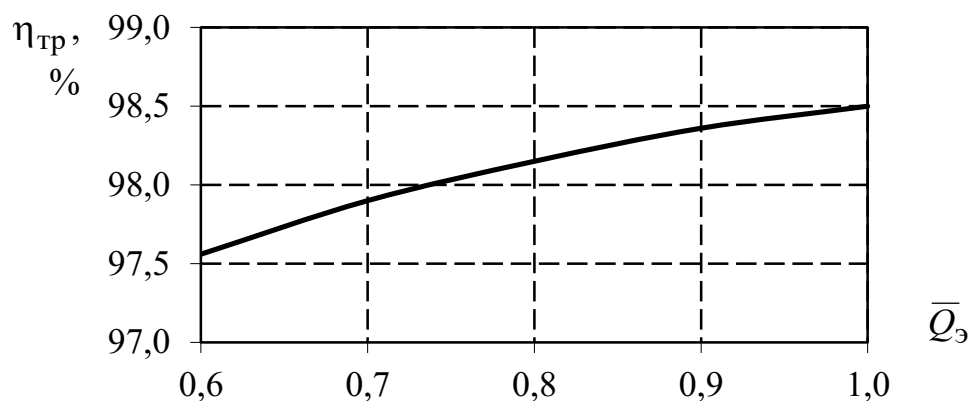
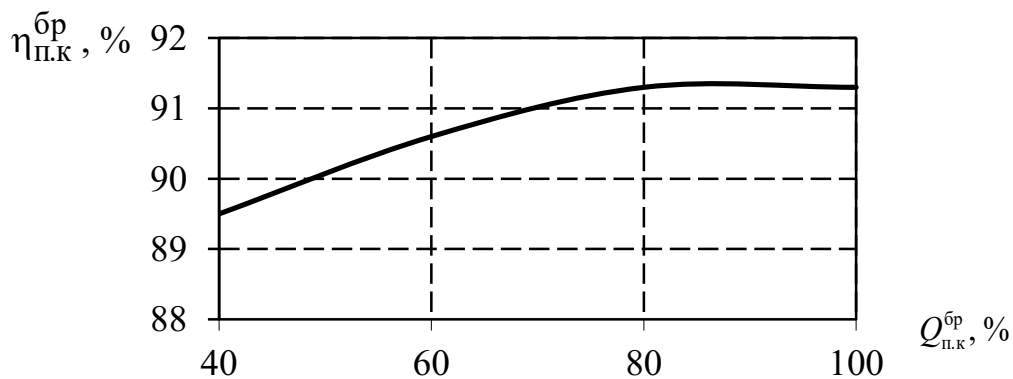

Рис. 3. Кривая изменения  $\eta_{тр}$  в зависимости от расхода теплоты
Рис. 4. Нормативная характеристика котлоагрегата
4. Постройте топливную энергетическую характеристику энергоблоков 300 МВт, 500 МВт, 800 МВт по данным табл. 3. Принять КПД транспорта теплоты по рис. 3, КПД котлоагрегата по рис. 4.